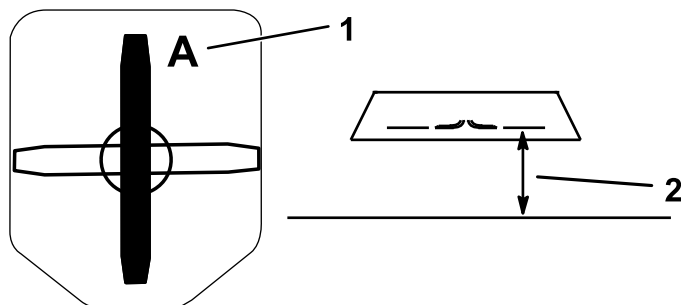

Figura 35
2. Da una superficie piana, misurate la distanza al tagliente nella posizione **A** della lama (Figura 35).